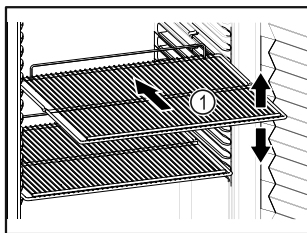

Fig. 75 Примерное изображение
- Если имеются решетчатые полки Fig. 75 (1), отрегулируйте высоту их установки.